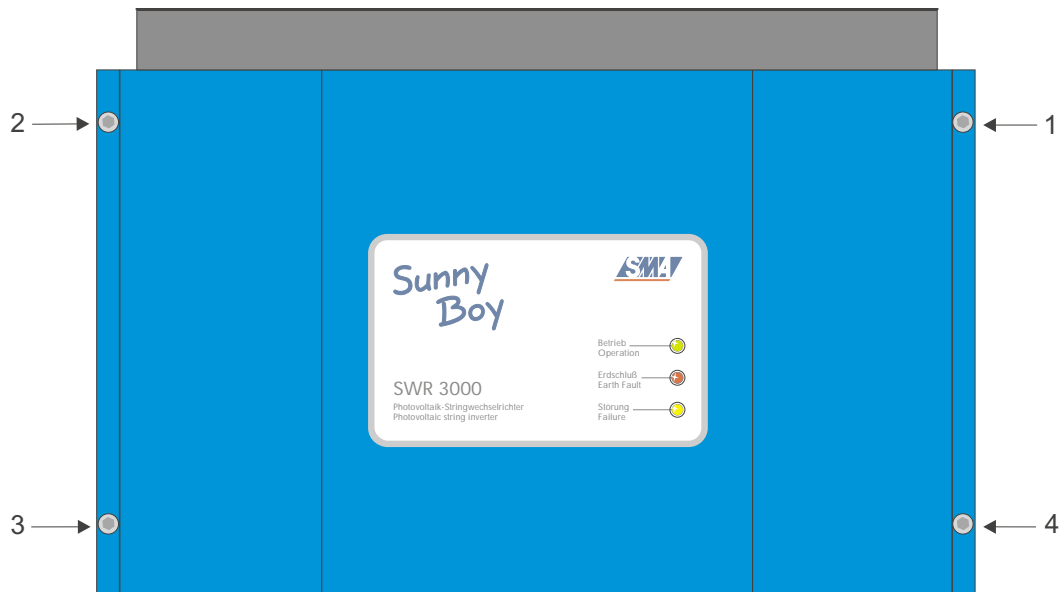

Abbildung 5.2: Vorderansicht des *Sunny Boy 3000*
3. Nehmen Sie den Gehäusedeckel ab. Dieses geschieht durch Entfernen der Schrauben 1-4 auf dem Deckel (M5) (siehe Abbildung 5.2 auf Seite 45).